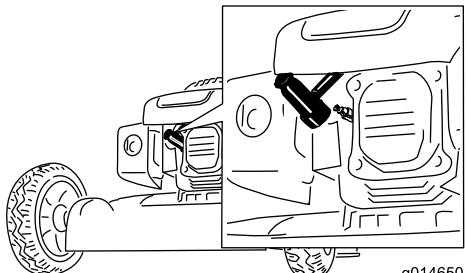

Figura 39
- Desconecte el cable de la bujía (Figura 39) antes de realizar cualquier procedimiento de mantenimiento.